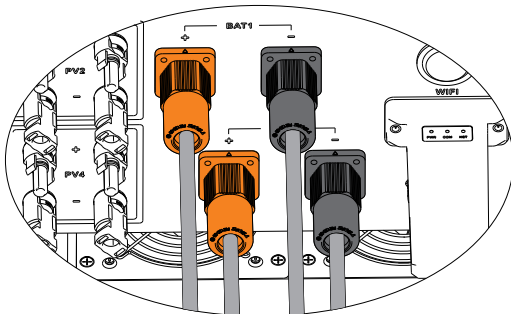

Figura 4.2-6 El terminal de la batería está conectado al inversor
Paso 5: Conecte el terminal de la batería al inversor. Asegúrese de que la polaridad de la batería está conectada correctamente, como se muestra en la Figura 4.2-6.